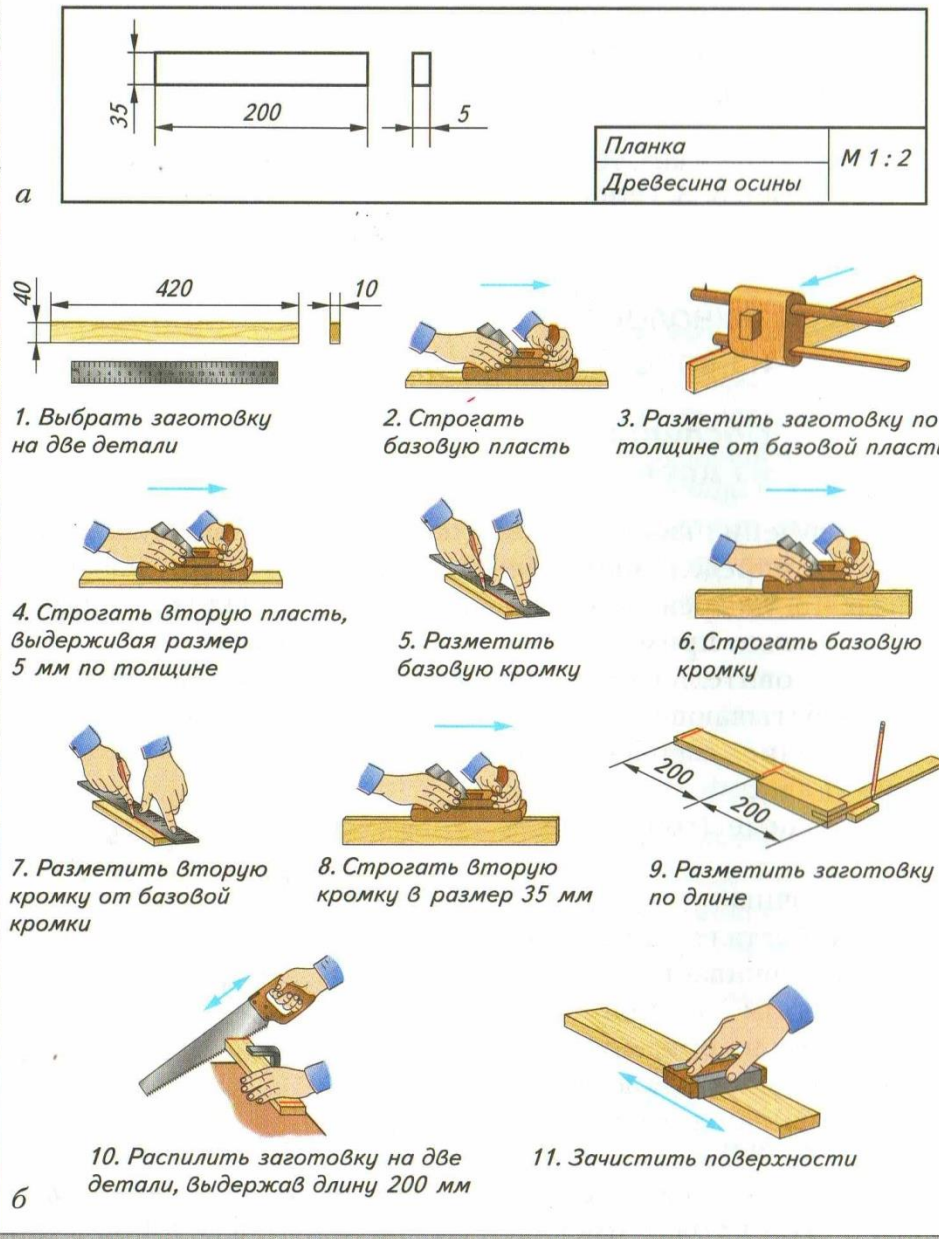

Рис. 37. Изготовление планки для декоративной подставки под горячую посуду:
(см. рис. 37) (фрагмент на примере операции 1)
3. В продолжение таблицы 5 составьте в рабочей тетради технологическую карту изготовления детали «планка» (см. рис. 37).
- 3.** В продолжение таблицы 5 составьте в рабочей тетради технологическую карту изготовления детали «планка» (см. рис. 37).